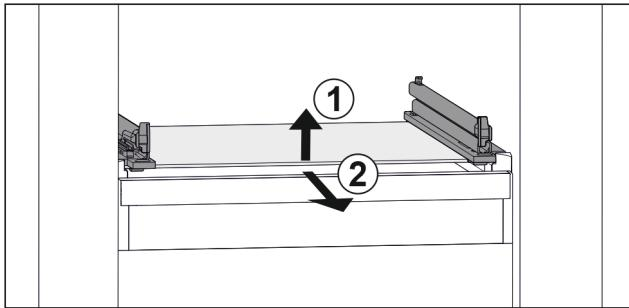

Fig. 139 Primjerni prikaz staklene ploče
- Staklenu ploču podignite sprijeda. Fig. 139 (1)
- Izvadite staklenu ploču prema naprijed. Fig. 139 (2)